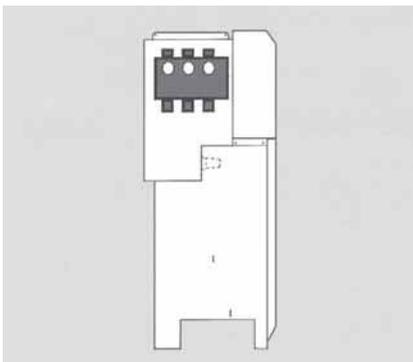

Fig. 1.39. Interruptor/seccionador/seccionador de puesta a tierra de una celda modular (zona sombreada).
- **Interruptor/seccionador/seccionador de puesta a tierra.** El interruptor del sistema tiene tres posiciones: conectado, seccionado y puesta a tierra (Figs. 1.39 y 1.40).